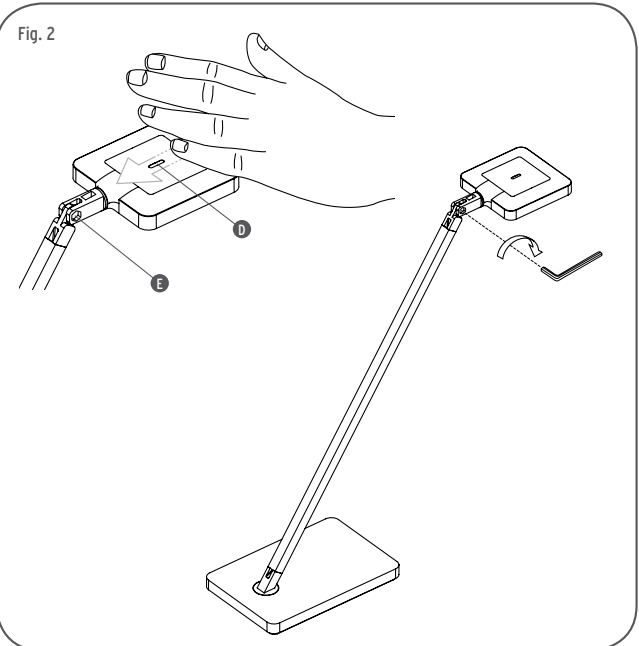

Fig. 2
<IT> Fig.2 Per l'accensione/spengimento dell'apparecchio sfiorare il sensore (D); sequenza luminosa: SPENTO / MASSIMO / MINIMO (50%) / SPENTO. Per una eventuale regolazione della testa, agire sulla vite (E).
<GB> Fig.2 The appliance can be switched on/off by lightly touching the sensor (D); luminous sequence: OFF / MAXIMUM / MEDIUM (50%) / OFF. To adjust the head, turn the screw (E).
<DE> Abb.2 Für das Ein- und Ausschalten des Geräts ist der Sensor (D) zu streifen; Leuchtfolge: AUSGESCHALTET / MAXIMUM / MINIMUM (50%) / AUSGESCHALTET. Für eine eventuelle Einstellung des Kopfes an der Schraube (E) drehen.
<FR> Fig.2 Pour allumer/éteindre l'appareil, effleurer le détecteur (D); séquence lumineuse: ETEINT / MAXIMUM / MINIMUM (50%) / ETEINT. Pour régler la tête, agir sur la vis (E).
<ES> Fig.2 Para el encendido/apagado del aparato rozar el sensor (D); secuencia luminosa: APAGADO / MÁXIMO MÍNIMO (50%) / APAGADO. Para una eventual regulación de la cabeza de la lámpara, manipular el tornillo (E).
<PT> Fig.2 Para ligar/desligar o aparelho agir no interruptor (D); sequencia luminosa: DESLIGADO / MÁXIMO / MÍNIMO (50%) / DESLIGADO. Para regular a cabeça, regule o parafuso (E).
<RUS> Рис.2 Для включения/выключения прибора коснуться датчика (D); световая последовательность: ВЫКЛЮЧЕН / МАКСИМАЛЬНЫЙ / МИНИМАЛЬНЫЙ (50%) / ВЫКЛЮЧЕН. Регулировка передней части производится винтом (E).
<J> 図2. 照明器具の点灯・消灯はセンサー(D)に軽く触れて行います。また消灯/最大/最小(50%) / 消灯の順に輝度が変わります。ヘッドの調整は、ネジ(E)で行って下さい。